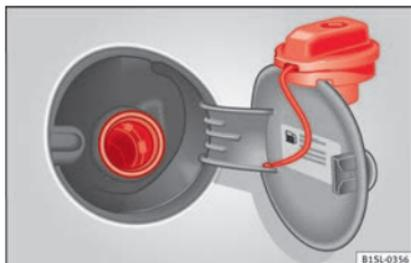

Fig. 39 Tampa do depósito aberta com o tampão inserido no suporte.
- Extraia o tampão do depósito rodando-o no sentido contrário ao dos ponteiros do relógio e coloque-o na parte superior da tampa do depósito » **Fig. 39**.